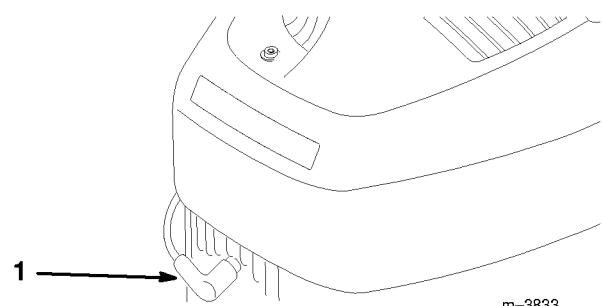

Figure 22
1. Débrancher le fil de bougie (Fig. 22). Retirer la bougie et la nettoyer à l'aide d'une brosse métallique pour la Débarrasser des dépôts de carbone. NE PAS DÉCAPER AU SABLE. Examiner la bougie en vue d'ébréchures ou d'électrodes usés ou endommagés. Remplacer si nécessaire.
3. Visser la bougie à la main puis la serrer à 20 N·m (180 po.-lbs – 15 pi.-lbs) (Fig. 22).
2. Débrancher le fil de bougie (Fig. 22)
1. Débrancher le fil de bougie (Fig. 22)
**Remarque:** l'écrou de lame doit être remplacé après avoir été monté et démonté quatre (4) fois. La capacité de serrage diminue et l'écrou risque de se desserrer s'il n'est pas remplacé.
- Une fois l'entretien terminé, rebrancher le fil de bougie (Fig. 22).